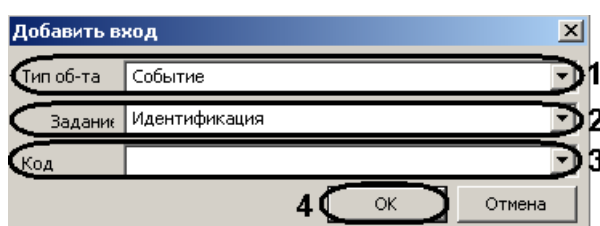

Рис. 3.6—20 Добавление объекта правой части правила
- 4.1.2 Из раскрывающегося списка **Тип об-та** необходимо выбрать тип, к которому принадлежит объект правой части правила (см. Рис. 3.6—20, **1**).
- 4.1.3 Из раскрывающегося списка **Задание** необходимо выбрать задание объекта правой части правила (см. Рис. 3.6—20, **2**).